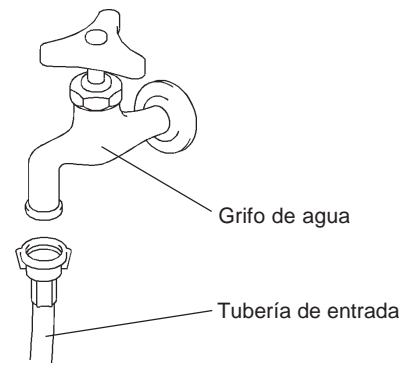

Fig. 9
- 3) Acople el otro extremo de la tubería de entrada al grifo de agua (Fig. 9), comprobando que la arandela está colocada correctamente antes de apretar con la mano según se indica anteriormente.